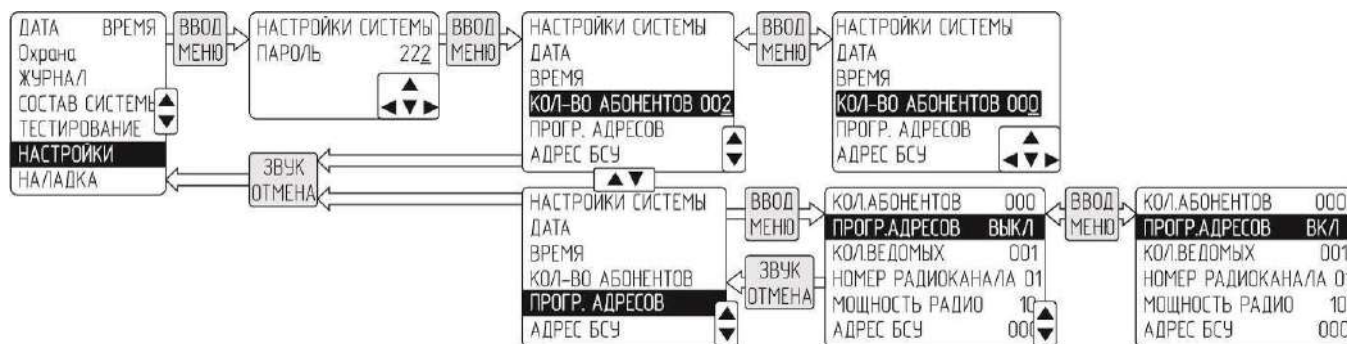

Рисунок 25 – Включение режима программирования адресов
- кнопками ►, ◀, ▲ и ▼ обнулить количество абонентов (рисунок 25, верхняя строка), нажать «Ввод»;
- кнопками ▲ и ▼ перейти к пункту «Прогр.адресов», нажать кнопку «Ввод», надпись «ВЫКЛ» должна смениться на «ВКЛ» (рисунок 25, нижняя строка);